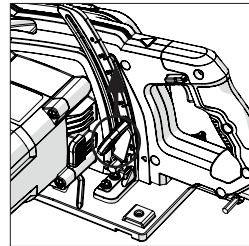

Fig. 10
- Afloje el mecanismo de bloqueo del ajuste de profundidad tirando de la palanca de funcionamiento (5) (Fig.10), hacia arriba.